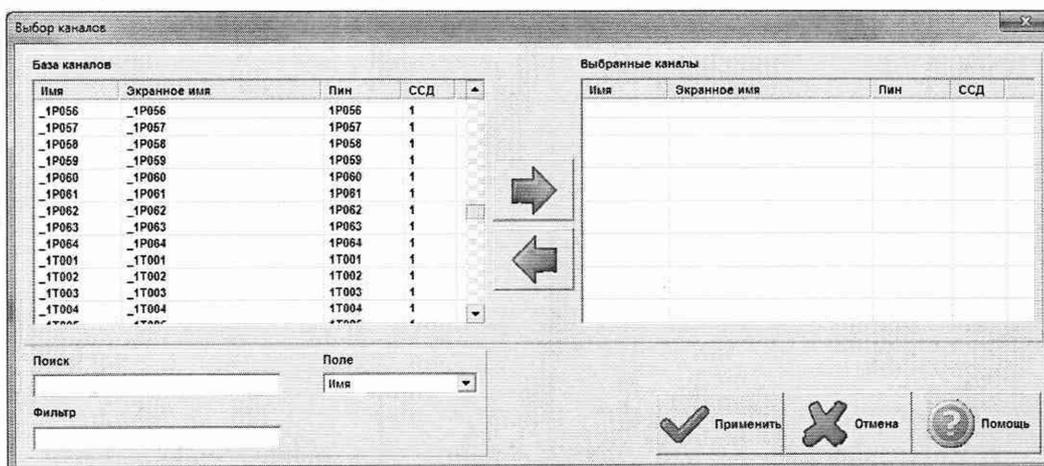

Рисунок 9 – Окно «Выбор каналов»
8.11.2 Открыть окно «Выбор каналов» (Рисунок 9) нажав на значок «Каналы» и добавить выбранный ИК в таблицу «Выбранные каналы» нажав кнопку «➡».